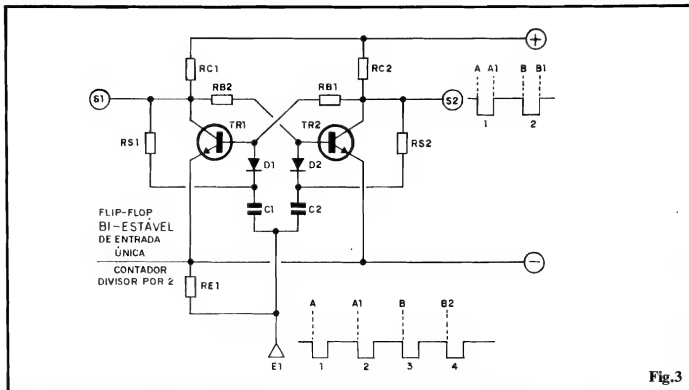

Fig.3
- **FIG. 3 - FLIP-FLOP BI-ESTÁVEL DE ENTRADA ÚNICA** - A célula básica de memória eletrônica, diagramada na figura anterior, tem seus usos práticos nos circuitos digitais, e com várias vantagens ou facilidades... Por exemplo, podemos (fig. 2) usar a Entrada E1 para "colocar" na memória o dígito que desejamos "guardar", e a Entrada E2 para "apagar" da memória o tal dígito (ou vice-versa...). Entretanto, visando a aplicação e a simplificação em algumas outras funções, os projetistas desenvolveram uma estrutura de BI-ESTÁVEL dotada de Entrada **única**, conforme vemos no diagrama da fig. 3... A presença dos diodos D1 e D2, capacitores C1 e C2 e mais alguns resistores extras, permite que, a partir de pulsos **negativos** (ou "baixos", ou "0") aplicados à Entrada única E1, se invertam os estados estáveis prévios, presentes nas Saldas S1 e S2... Supondo, por exemplo (consideremos, para o caso, apenas a Saldas S2...) que a Saldas se encontrava estávelmente "alta", aplicando-se o pulso